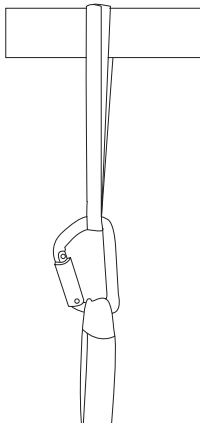
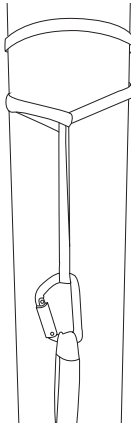
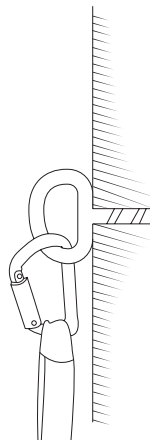
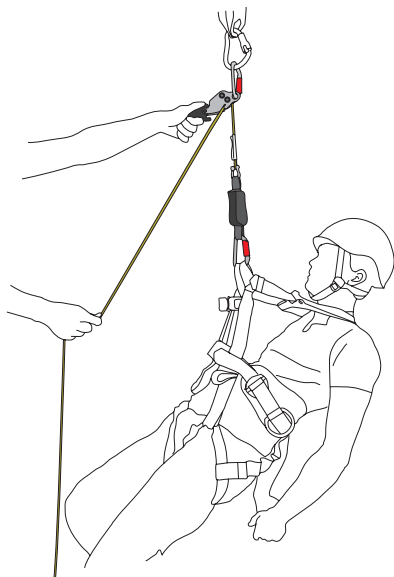

Bild 1A: Horisontell förankring
Bild 1B: Vertikal förankring
Bild 1C: Fast förankringspunkt i konstruktionen
Bild 4
2. Lägg förankringsslingan runt ett konstruktionselement och genom karbinhaken (bild 1A).
Om förankringsslingan placeras runt ett vertikalt konstruktionselement ska den dras runt detta två gånger och sedan genom sig själv. Fäst därefter karbinhaken enligt bild 1B. Kontrollera att förankringsslingan låses fast. I bild 1C visas hur man fäster karbinhaken till en fast förankringspunkt i konstruktionen, EN 795 klass A.
4. Lossa karbinhaken från förankrings slingan. Lägg förankrings slingan runt ett konstruktionselement och genom karbinhaken såsom visas i bild 1A eller bild 1B. Förankringspunkten måste tåla en belastning på 12 kN (EN 795). Fäst **SMARTLINE X** enligt bild 4.